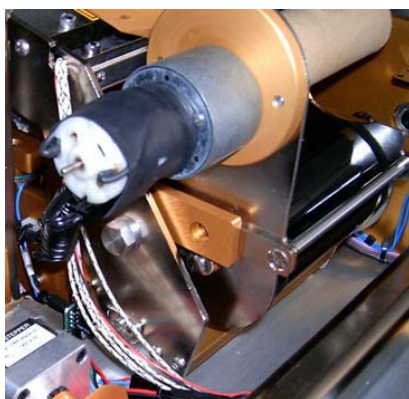

Рис.9
- Вставьте шнур, соединяющий мотор с типпером (рис.9)